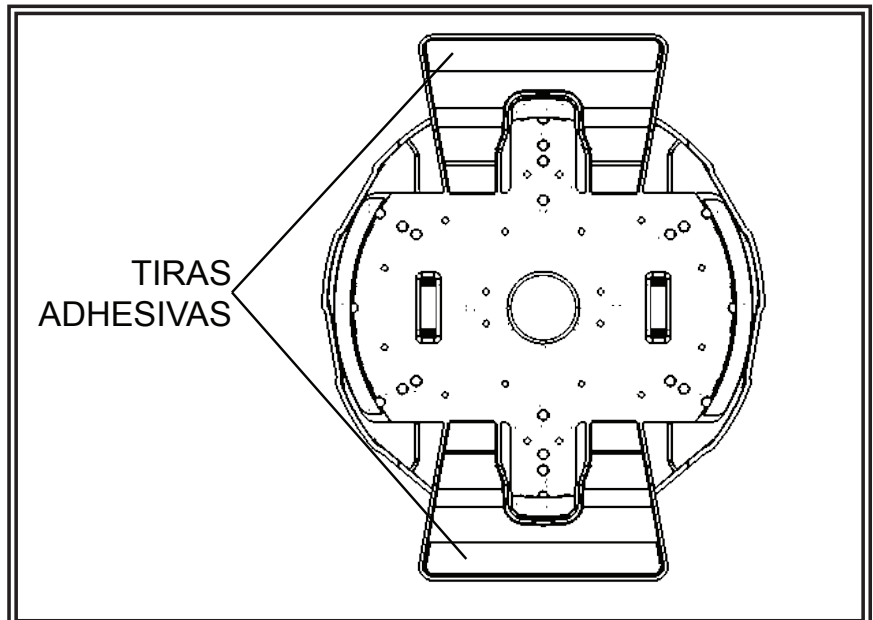

Figura 1
1. Limpie la placa y aplique la cinta como se muestra en la Figura 1.